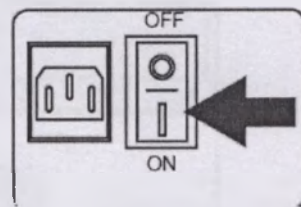

Рис. 2
2. Включите монитор с помощью переключателя «Вкл./Выкл.», расположенного сзади. Должен загореться зеленый светодиод. Монитор GastroCH4ECK Gastrolyzer начнет процесс очистки/продувки, а на ЖК-дисплее отобразится стартовое окно (Рис. 2).